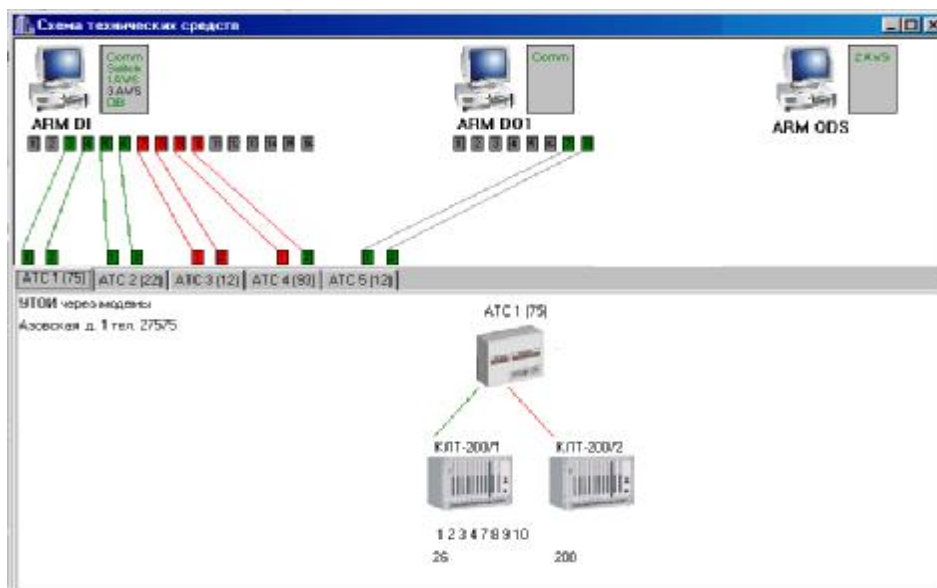

Рисунок 109
5.8.2 Для просмотра схемы ТС необходимо войти в меню «Файл/Схема технических средств», рисунок 109: